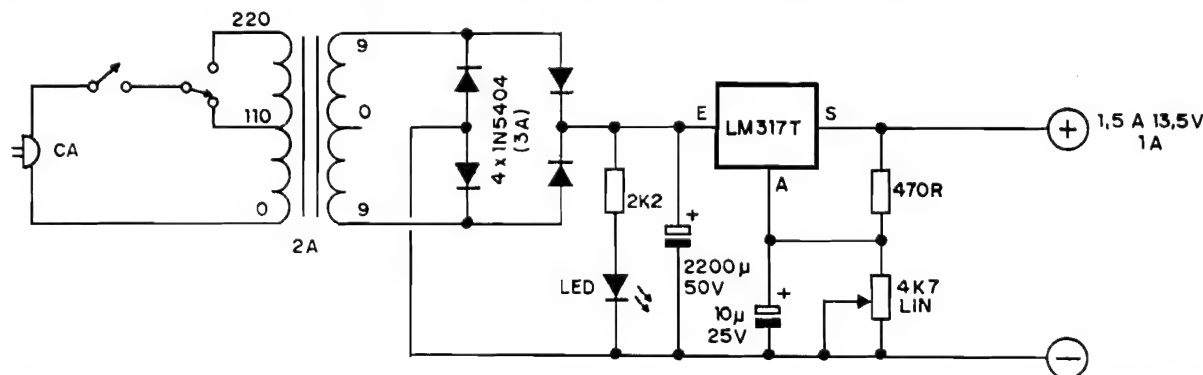

Fig.1
- FIG. 1 - O CIRCUITO - Conforme foi dito aí na introdução, o circuito se resume (em termos ativos...) no Integrado específico LM317T, um "parente" industrial dos conhecidos reguladores de Tensão da série "78XX", porém dotado, nas suas entranhas, de importantes acréscimos que possibilitam o controle direto e perfeito da Tensão de Saída, dentro de ampla faixa, a partir do nível apresentado a um pino de controle (terminal "A"), dimensionada por simples potenciômetro (que, inclusive, toma sua referência da própria Saída, já estabilizada, do circuito, garantindo absoluta "fixação" de parâmetros, mesmo em face das mais adversas condições de uso...). O "começo" do circuito é relativamente convencional: precisamos (pelas exigências do próprio Integrado utilizado...) cerca de 18 volts, para que haja a suficiente margem de "manobra"